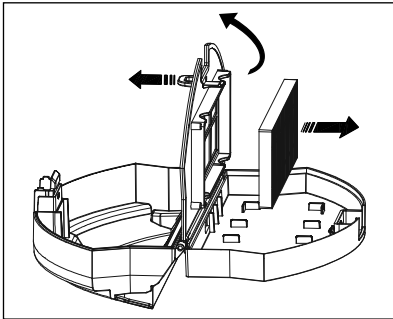

Fig. 10
- 4) Afferrare la linguetta del filtro a reticella e aprire lo scomparto del filtro EPA **7**. Togliere il filtro EPA **7** dallo scomparto (vedere fig. 10).